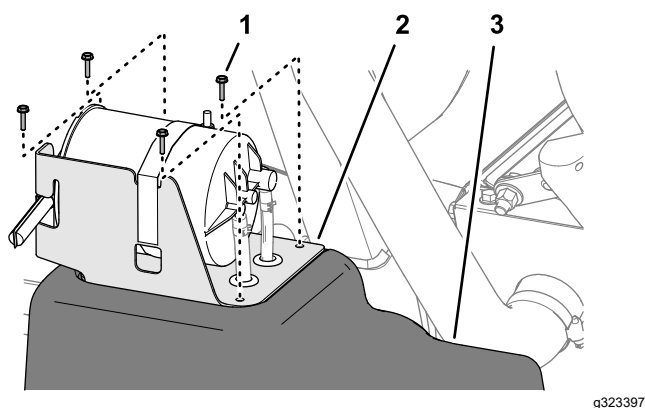

Figura 87
5. Alinee los orificios del soporte del cartucho de carbón con los orificios del depósito de combustible (Figura 87).
6. Monte el soporte en el depósito (Figura 87) con los 4 tornillos (N.º 10 x ¾").